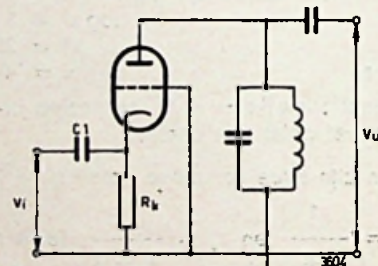

Fig. 7
- c. Roosterbasisschakeling (zie fig. 7).